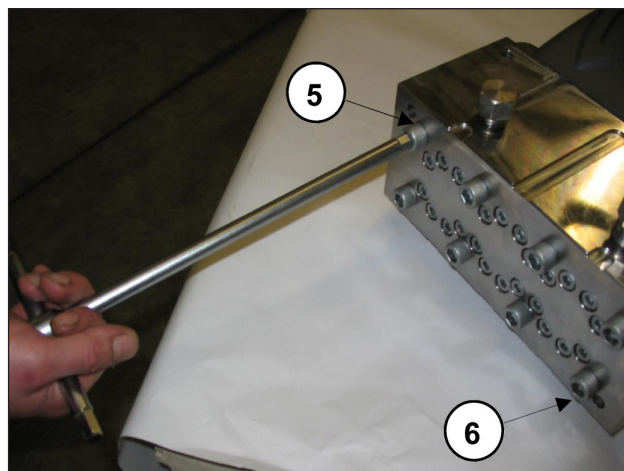
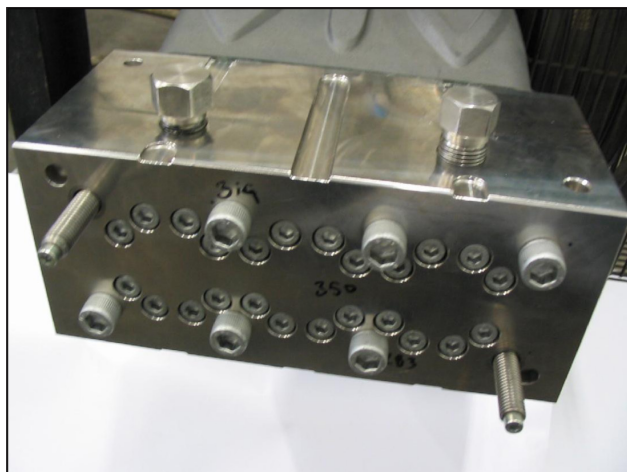

图17
图18
- 拧松5个和6个泵头固定螺丝M12x260，如图17所示，用两个伺服螺丝-插头替换它们，如图18所示。然后拆除剩余的螺丝。